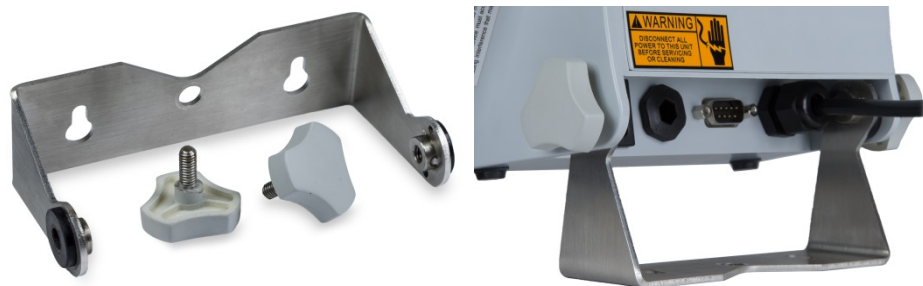

Figure 2-5 : Support et boutons de serrage
1. Utilisez les deux boutons de support afin de fixer les supports en partie inférieure du terminal comme sur la Figure 2-5.